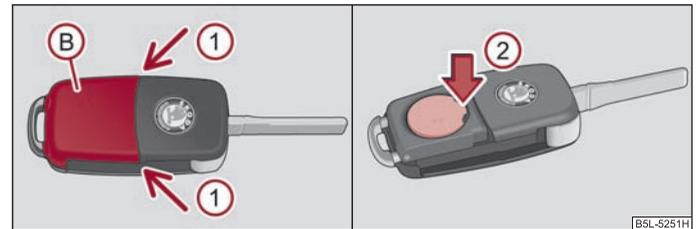

Fig. 23 Chiave con comando a distanza - rimozione del coperchio / rimozione della batteria
Ogni chiave a distanza è provvista di una batteria alloggiata sotto il coperchio (B) ⇒ fig. 23. Quando la batteria è scarica, premendo un tasto della chiave con comando a distanza, la spia di controllo rossa (A) non lampeggia ⇒ fig. 22. Si raccomanda di far sostituire le batterie delle chiavi presso un'officina Škoda autorizzata. Qualora si desideri comunque sostituire in prima persona la batteria scarica, procedere come segue:
- Premere il coperchio della batteria con il pollice oppure con un cacciavite piatto in corrispondenza delle frecce ① a partire da ⇒ fig. 23.
- Togliere la batteria scarica dalla chiave premendo verso il basso la batteria in corrispondenza della freccia ② ⇒ fig. 23.